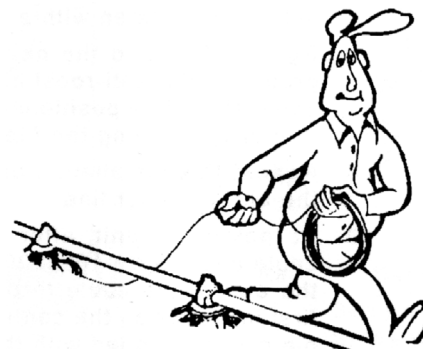

Figura 37. Desenrollado del cable
1. Desenrollar el cable antiperchero. Nota: Si el cable se desenrolla como se muestra en la **Figura 37.**, tome 5 vueltas del rollo con una mano y luego cambie de mano para sacar 5 vueltas a medida que se desenrolla; permanecerá plano en el suelo durante la instalación.